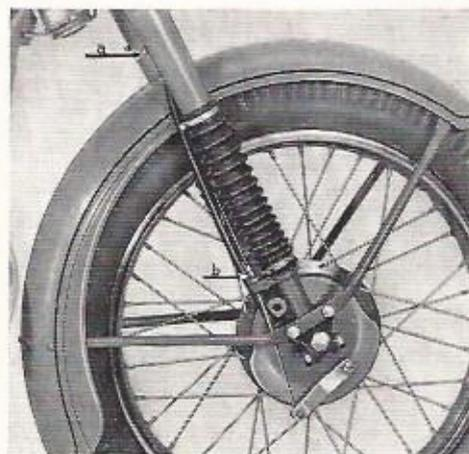
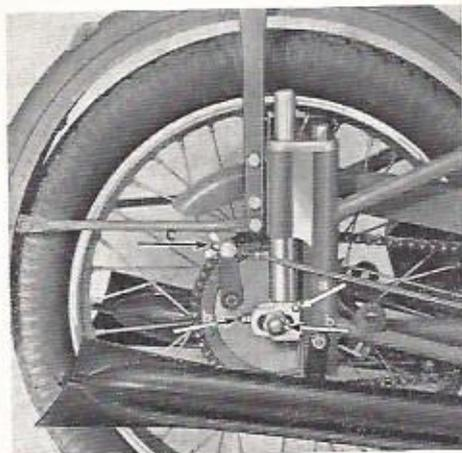

Bild 2
Bild 5
Bei der B 251 gibt es 2 Schmierstellen an der Vorder-Teleskopgabel (Bild 2, Pfeil „a“) und 2 Schmierstellen an der Jurisch-Hinterradfederung (Bild 5, Pfeil „a“). Weiterhin sind die Schmierstellen am Tachometerantrieb (1), am Kupplungshebel (1) und je 1 Schmierstelle an der Vorder- und Hinterradnabe zu beachten. An diesen Schmierstellen wird von Zeit zu Zeit die Fettpresse angesetzt und so viel Fett eingepreßt, daß es auf der Gegenseite herausquillt. Man hat dann die Gewähr dafür, daß das verbrauchte und verschmutzte Fett herausgedrückt wird.
schieht, da bei der Hinterradfederung in den Endlagen die größere Kettenlänge erforderlich ist. Zum Nachspannen (Bild 5, Pfeil „b“) werden mit dem Schlüssel 22 die Hutmutter und mit dem Schlüssel 27 die Sechskantmutter (beide auf der Kettenseite!) gelockert und dann auf beiden Seiten der Kettenspanner gleichmäßig betätigt, bis die Kettenspannung stimmt. Nach dem Spannen werden nach dem Wiederanziehen der Gegenmutter auf dem Kettenspanner die Sechskantmutter und Hutmutter wieder festgezogen! Nach der Kettenspannung ist immer darauf zu achten, daß der Bremshebel genügend Spiel hat!
Werkzeug, einfach durch Verdrehen der Flügelmutter, wie im Bild 5, Pfeil „c“.